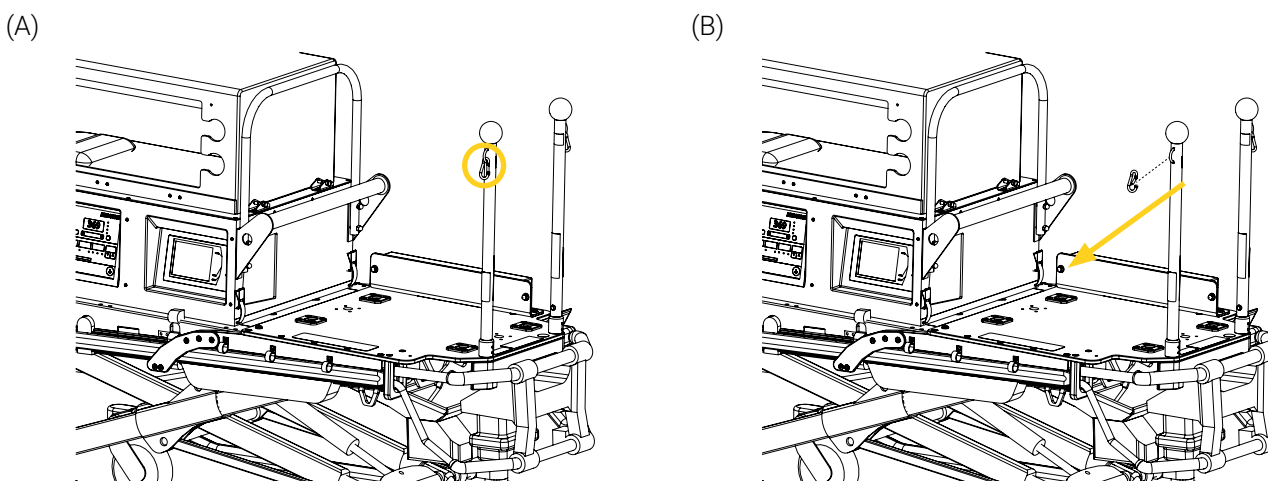

Figure 5: Retrait du mousqueton endommagé
1. Appuyer sur la détente et décrocher le mousqueton endommagé de la barre de poussée pour le retirer (Figure 5). Le mousqueton ne sera **pas** réutilisé. Consulter vos protocoles internes établis et les lois environnementales applicables dans votre juridiction pour disposer de la pièce conformément.